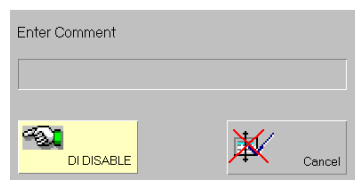

Figure 19: Pop-up "DI Disable"
- Un pop-up d'ouvre (Figure 19)